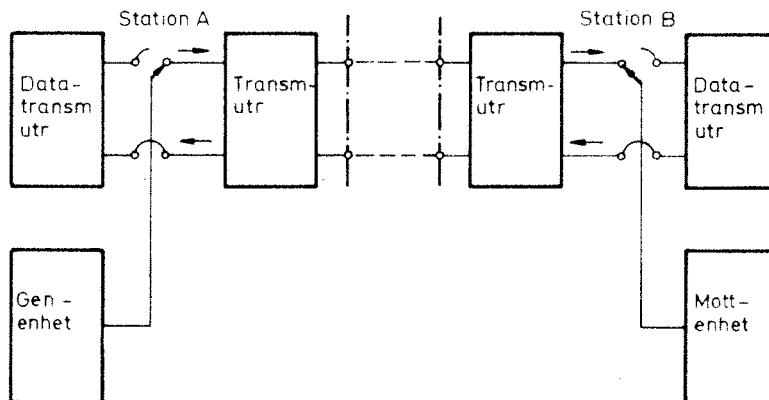

Bild 8. Inkoppling för mätning av grupplöptidsdistorsion
3.4.1 Anslut grupplöptidsmeter på A- och B-stationen. Se bild 8.